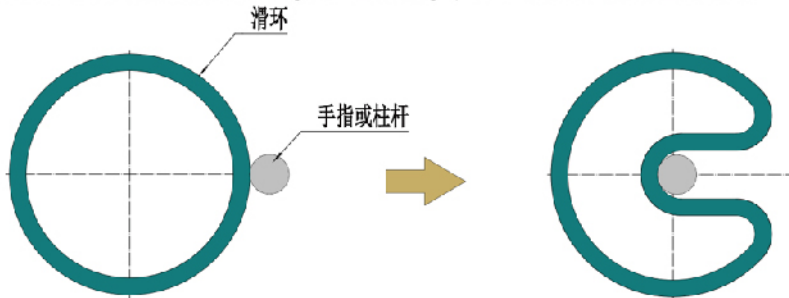

图2、将滑环弯成心形
- ①、用手指或柱杆使滑环变成心形（如图2所示），注意不要猛烈弯曲滑环。